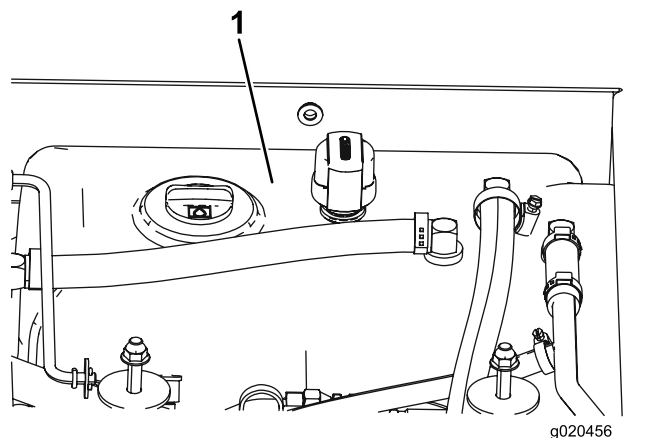

Bild 100
4. Füllen Sie den Hydraulikbehälter (Bild 100) mit Hydrauliköl, siehe Prüfen des Hydrauliköls (Seite 72).